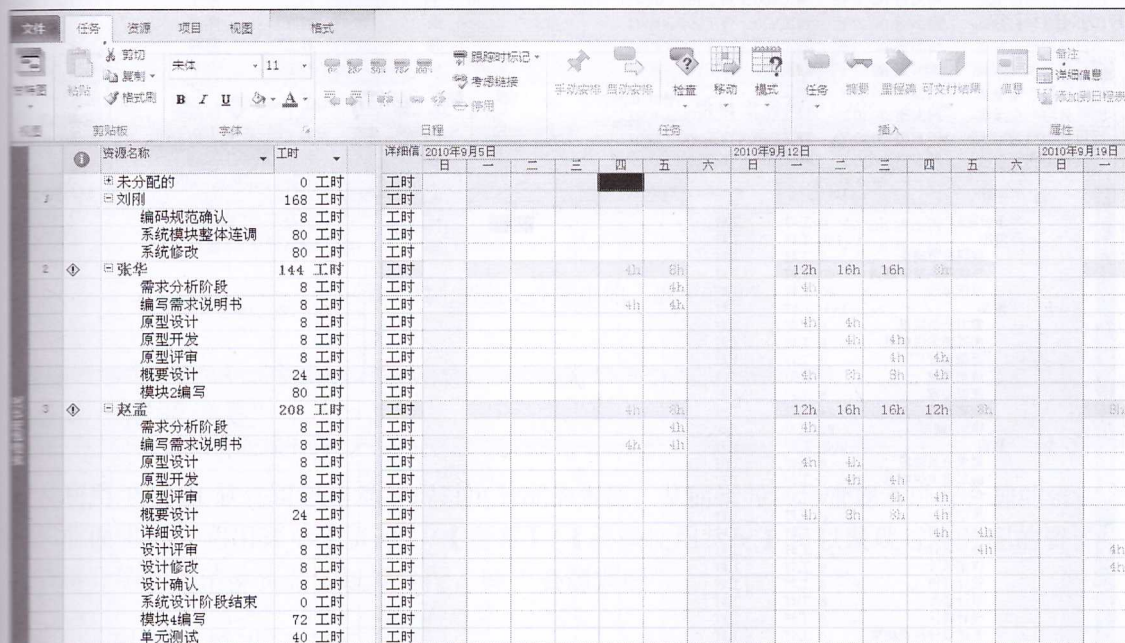
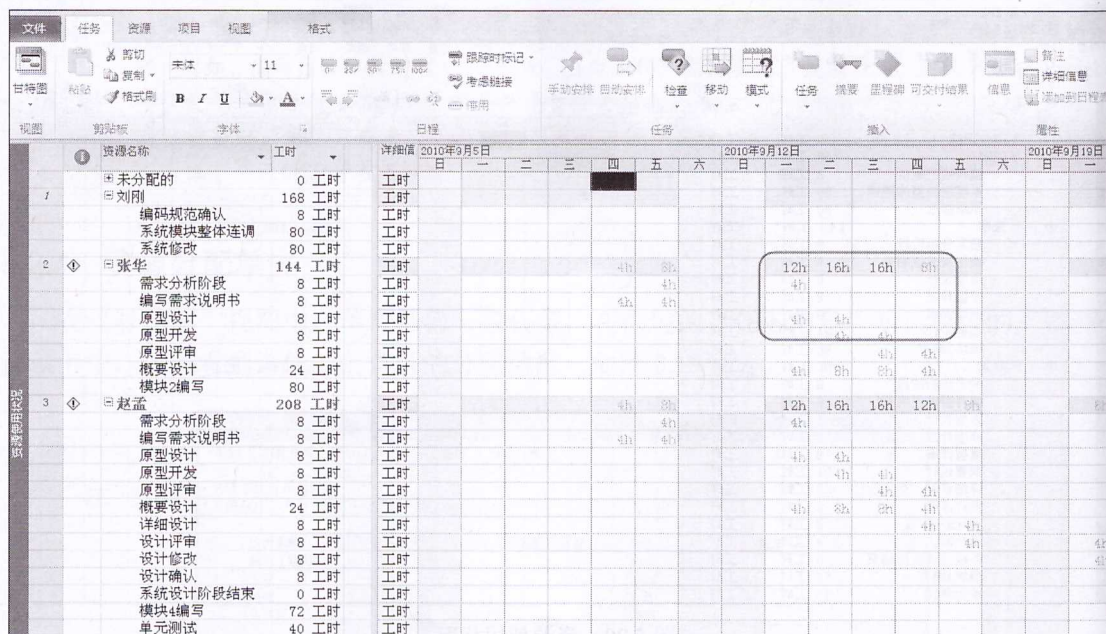

图 5.20 资源使用状况
图 5.21 资源过度分配情形
选择菜单【资源】/【查看】/【资源使用状况】,可以看到如图 5.20 所示的内容。
如图 5.20 所示,“未分配的”指的是尚未分配资源的任务,此功能用于提醒还有哪些任务没有分配资源执行。发现还有没被分配资源的任务,就需要再次返回到“甘特图”视图中继续分配资源到任务。
从图 5.20 中可以看到,资源“张华”被分配 7 项任务,总共的工时为 144 工时。其
从图 5.20 中同样可以看到资源“张华”的分配状况,总共被分配 7 个任务,总工时为 144 工时。但是,在 Project 环境中可以看到“张华”的颜色是红色的,并且“张华”的前面有一个标记①。出现以上情况表明资源“张华”被过度分配了。
资源“张华”出现了红色的警告,表示 Project 自动检测出了该资源被过度分配,具体在什么时间被过度分配,可以在如图 5.20 所示的右侧视图中,滑动滚动条,就可以看到如图 5.21 所示的内容。
从图 5.21 中可以得知,在“2010 年 9 月 13 日”这个周的周一、周三的期间内,资源“张华”被同时分配多项任务(“需求分析阶段”、“原型设计”、“概要设计”等)中去,而且在每个任务上均需要付出每天“4 小时”的工作量,从而累加起来每天要工作“12 个”小时或者更多时间,所以导致了过度分配。